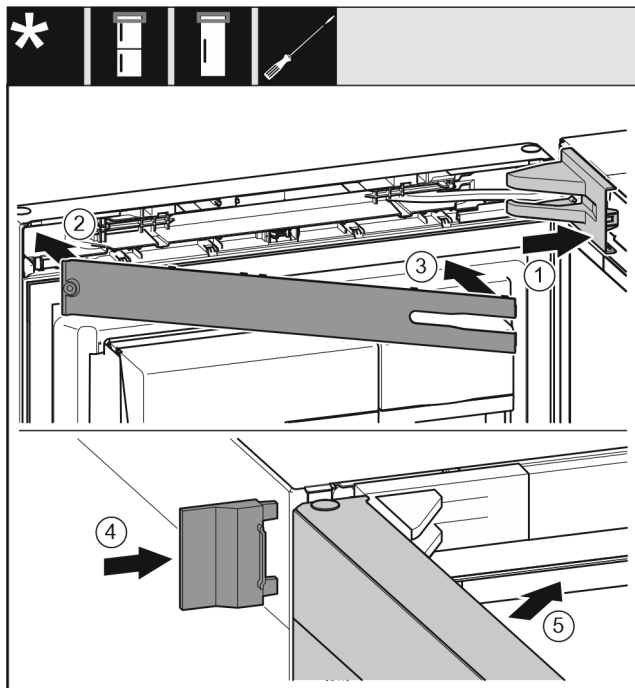

Fig. 31
- ▶ Stavite pokrov podloška ležaja Fig. 31 (1) i pustite ga da se uglavi, po potrebi ga oprezno razdvojite.
- ▶ Natakните masku Fig. 31 (2).
- ▶ Maska Fig. 31 (3)
- ▶ Natakните vanjski poklopac Fig. 31 (4).
- ▶ Zatvorite gornja vrata Fig. 31 (5).